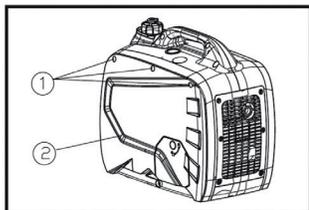
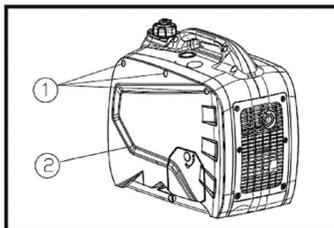

Рис. 19
Рис. 27
1. Отверните винты крепления 1 (рис. 19) и снимите боковую крышку корпуса (2).
2. Отверните винты крепления 1 (рис. 19) и снимите боковую крышку корпуса 2 (Рис. 27).